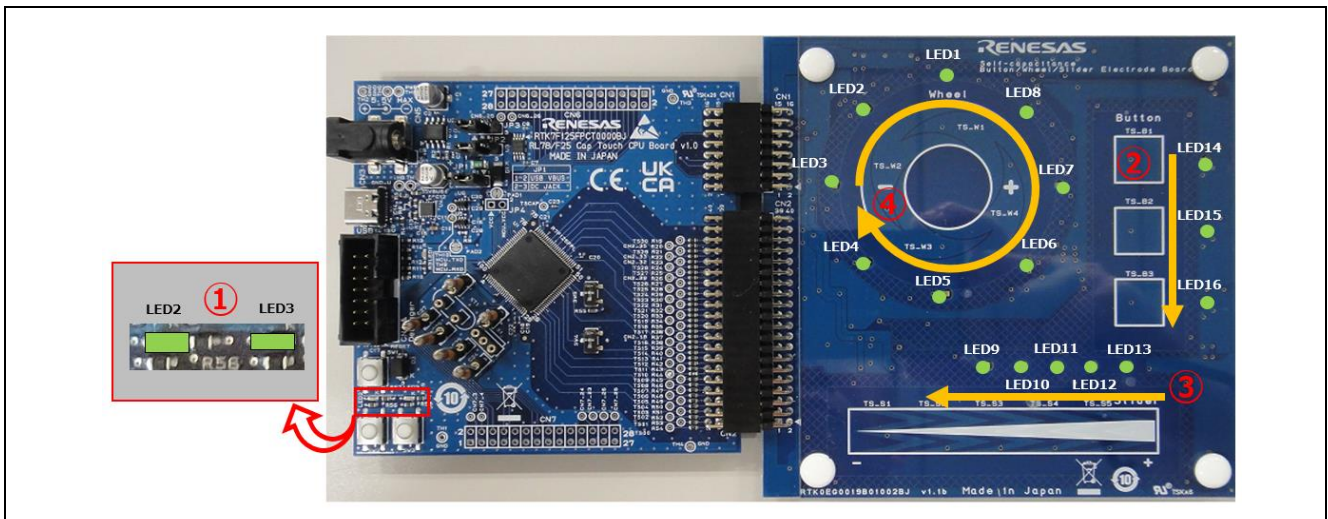

図 1-1 ソフトウェア起動時の LED テスト
1. 電源投入して起動すると LED テストをします。始めに CPU ボードの LED2 と LED3 を点灯します。その後、電極ボードの LED をボタン、スライダ、ホイールの順に点灯と消灯をします。(図 1-1 参照)